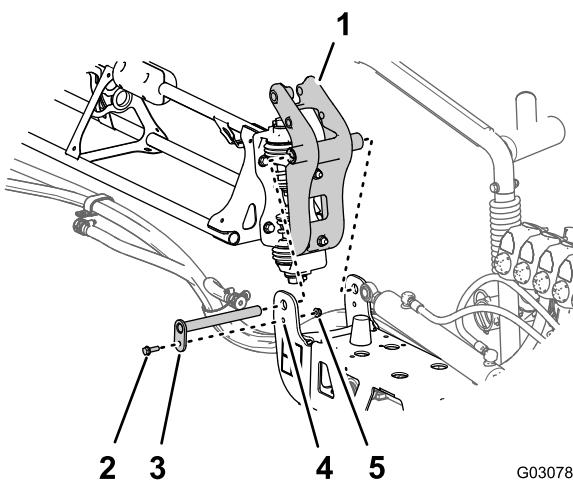

Figura 121
- Allineate le boccole nel raccordo orientabile con i fori nelle flange della staffa orientabile all'estremità della sezione di irrorazione centrale (**Figura 121**).